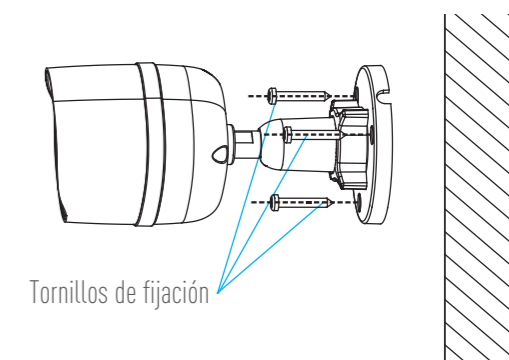

Figura 2 Fijación de la cámara
4. Asegure la cámara al techo o a la pared con los tornillos suministrados, consulte la figura 2.